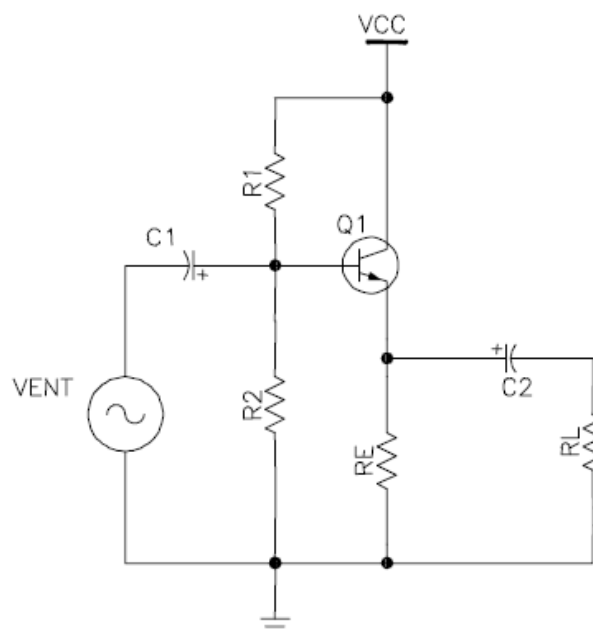

FIGURA 65: CIRCUITO SEGUIDOR DE EMISSOR
A Figura 65 mostra um seguidor de emissor. Como o coletor está no terra para ca, ele é um amplificador coletor comum (CC). O gerador de sinal está acoplado à base do transistor por meio de um capacitor de acoplamento.